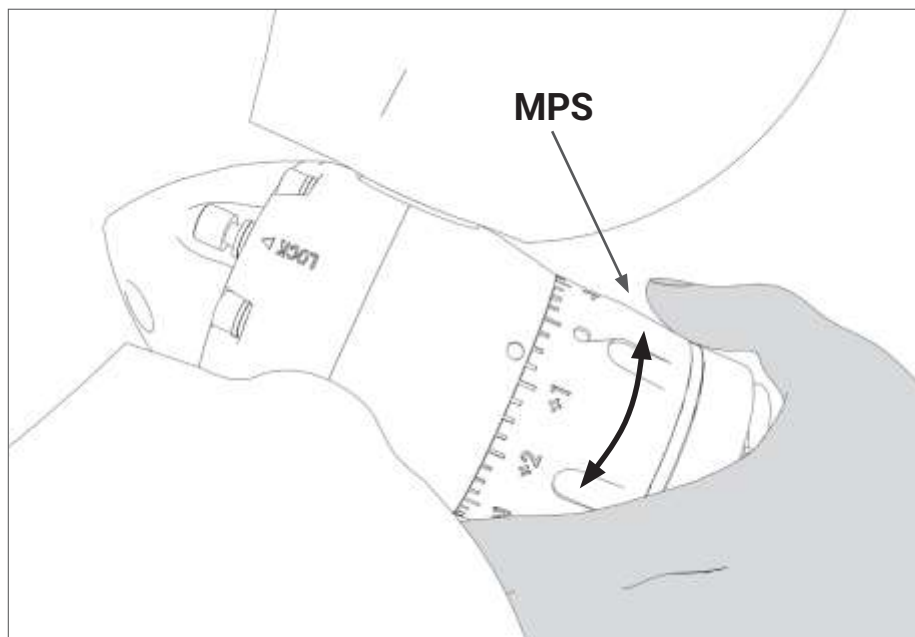

FIG. 25 Regolazione del passo
- c) Per ottenere la variazione di passo desiderata, ruotare la ghiera allineando in maniera precisa la tacca selezionata con il simbolo "O" posto sul corpo elica (Fig. 25).